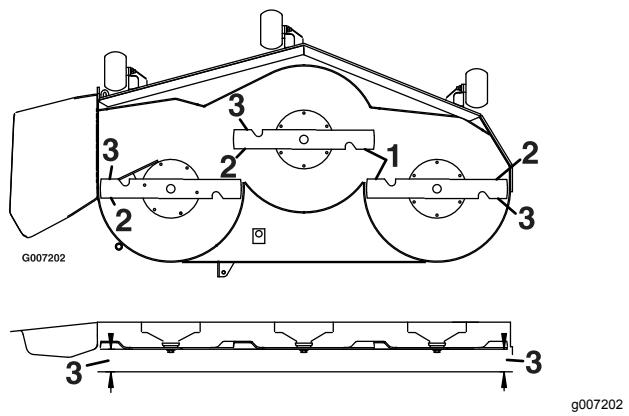

Figure 75
7. Mesurez la distance entre la pointe des lames et la surface plane (Figure 75). Si les deux mesures diffèrent de plus de 5 mm, réglez les lames, ajustez l'horizontalité des lames ; poursuivez cette procédure.
13. Tournez les lames avec précaution pour qu'elles soient parallèles dans le sens transversal (Figure 75).